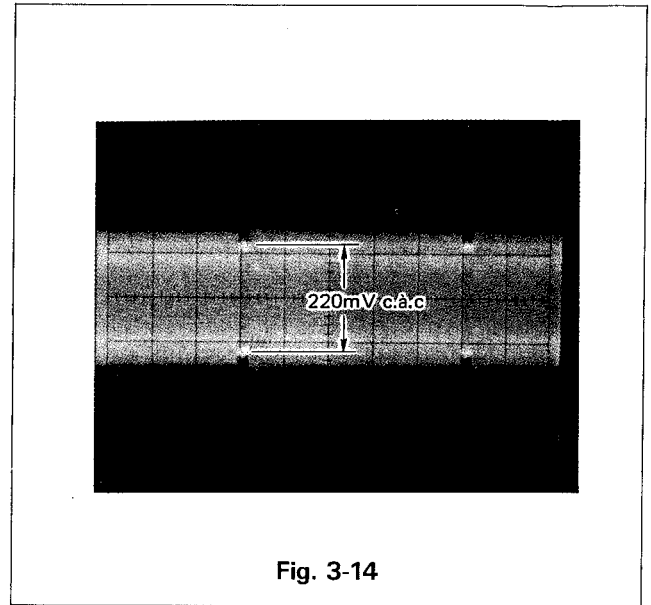

Fig. 3-14
- Régler VR2A6 pour obtenir 220 mV c.à.c comme le montre la Fig. 3-14.